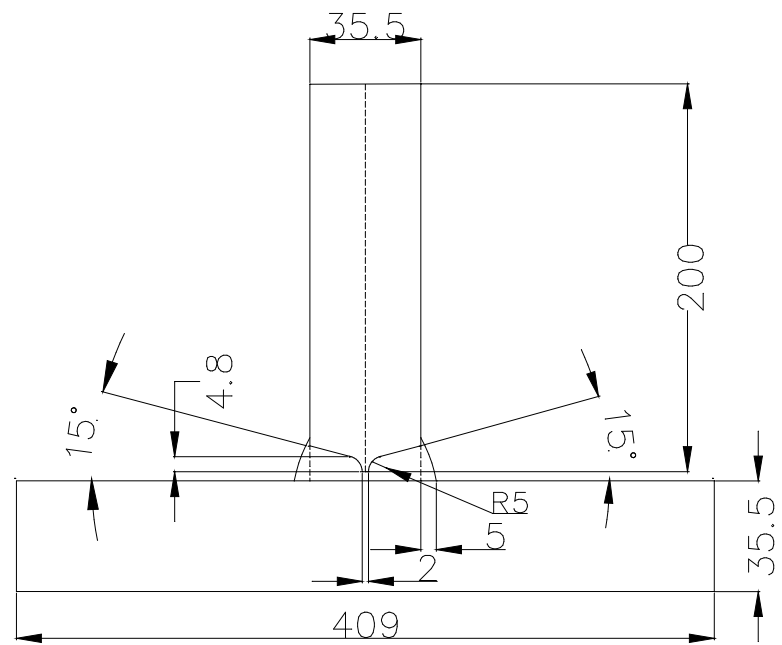

图 1
- (1) 图纸及参数，见图 1 所示。
- (2) 规格：409×400×35.5 试板与 409×200×35.5 试板构成的 T 型角焊缝。
- (3) 材质：316L。